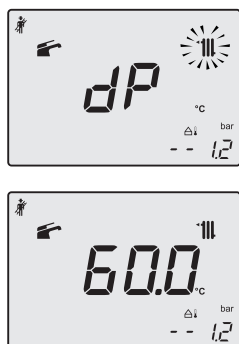

Figura 9.13
- Premendo ulteriormente il tasto 17 è possibile variare nuovamente la potenza in modalità spazzacamino: con visualizzazione sul display LCD delle lettere **DP** che si alternano con il valore di temperatura dell'acqua di riscaldamento (es.60), siamo "funzione spazzacamino" alla potenza massima in sanitario" (Figura 9.13);